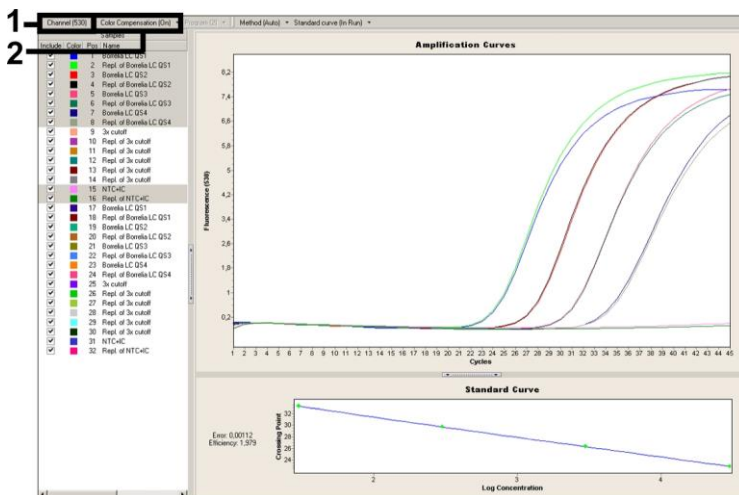

Fig. 12: Aktivering af *Color Compensation File* og valg af fluorimeterkanalen.
Følg ved analysen af PCR-dataene venligst de følgende arbejdsstrin (se Fig. 12)
- *LightCycler* software version 4.0 indeholder en fil, som kaldes *Color Compensation File*, der kompenserer signal-interferencer mellem fluorescenskanalerne. Denne fil skal åbnes før, under eller efter PCR-kørslen ved at aktivere funktionen *Color Comp (On/Off)* og lige efter *Select Color Compensation* (se Fig. 12). Hvis der ikke er installeret en *Color Compensation File*, så oprettes filen ved hjælp af vejledningen i *LightCycler Operator's Manual*.